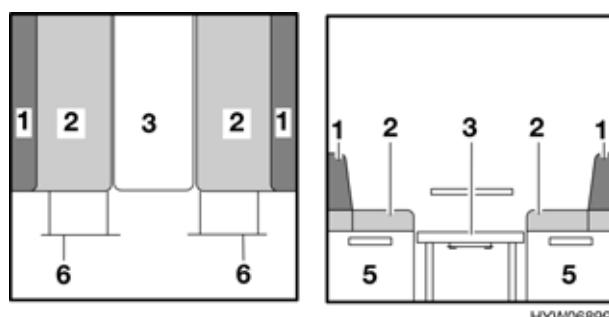

Fig. 74 Durante la trasformazione
- Estrarre la prolunga del cassone letto (Fig. 74,6).
- ▷ A seconda del modello si deve usare al posto del cuscino dello schienale (Fig. 74,1) un cuscino aggiuntivo in dotazione.